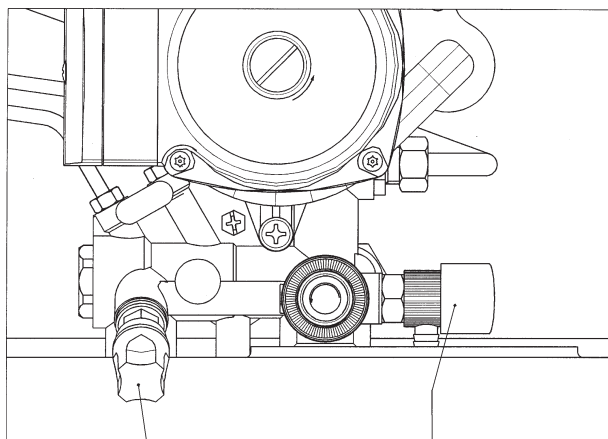

Рисунок 3
Важно - Периодически проверить, что давление по манометру (14) при холодной установке было в пределах 0,5 - 1 бар. В случае повышенного давления, открыть спускной кран котла. В случае пониженного давления, открыть кран наполнения котла (см. рис. 3). Советуем открывать этот кран очень медленно с тем, чтобы облегчать выпуск воздуха. По окончании этой операции может потребоваться временный перевод переключателя 1 в положение (0), чтобы восстановить нормальные условия работы аппарата. В случае часто повторяющегося падения давления, обратиться к уполномоченному сервисному центру.